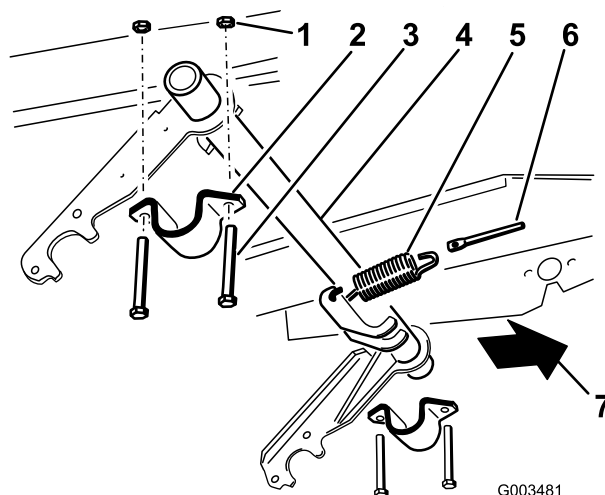

Figure 5
1. Accrochez le ressort d'extension à un des leviers de ressort sur le tube de pivot et à la tige de ressort (Figure 5).
2. Fixez le support de tube de pivot tube sur le côté droit (Figure 5) sans serrer.
3. Glissez le côté droit du tube de pivot dans le support de tube de pivot droit (Figure 5).
5. Levez le côté gauche du tube de pivot jusqu'au cadre et posez-le avec un support, 2 boulons (3/8 x 3 po) et 2 contre-écrous (3/8 po) (Figure 5).